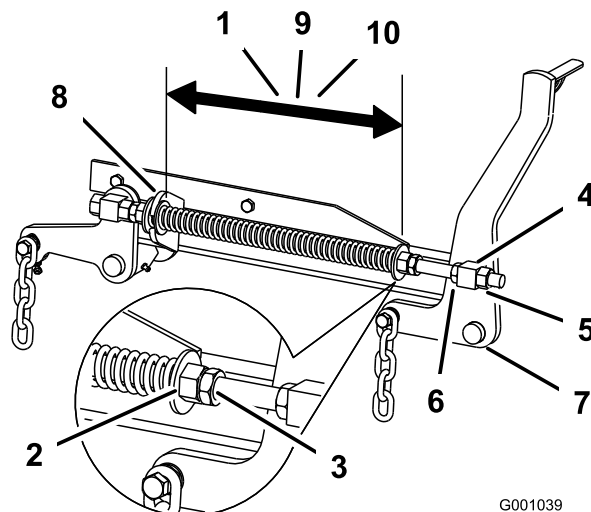

Figura 67
para plataformas de cortacésped de 52 pulgadas, 26,7 cm (10-1/2 pulg.) para plataformas de cortacésped de 60 pulgadas ó 29,2 cm (11-1/2 pulg.) para plataformas de cortacésped de 72 pulgadas (Figura 67).
3. Ajuste esta distancia aflojando la contratuerca elástica y girando la tuerca que está delante de cada muelle (Figura 67). Gire la tuerca en el sentido de las agujas del reloj para acortar el muelle y en el sentido contrario a las agujas del reloj para alargar el muelle.
4. Fije la tuerca en la posición deseada apretando la contratuerca elástica (Figura 67).